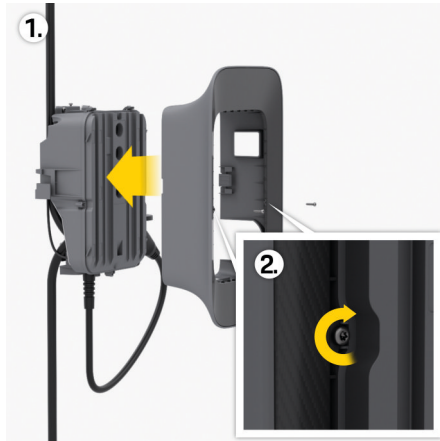

Fig. 47: Fissaggio telaio di design
3. Allentare le viti sul bordo sinistro e su quello destro del telaio di design **2** ▷ (Fig. 47).